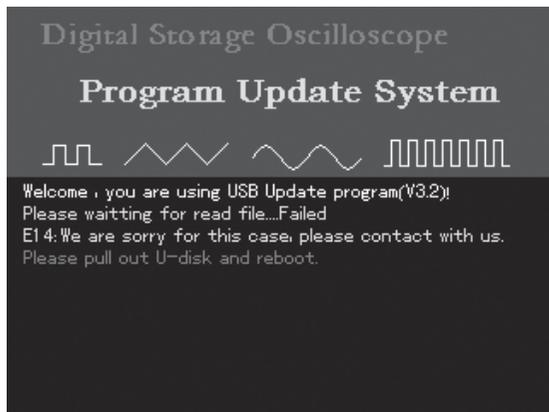

图6-9
4、升级时，如果用户拷到U盘根目录下的升级文件损坏，将出现图6-9所示，提示“很抱歉，读取程序升级文件失败，请与我们联系，重新获取升级文件。请您拔出U盘，重启示波器”。